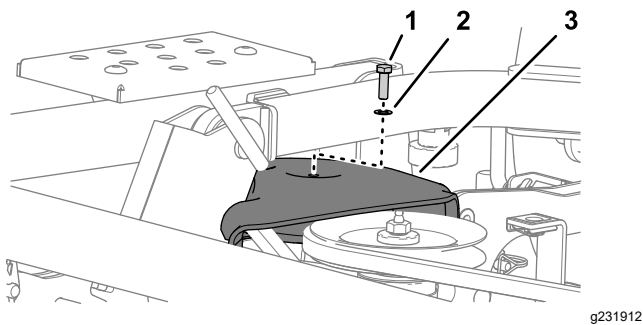

Bild 117
2. Entfernen Sie die Schraube und Scheibe, mit denen die Riemenscheibenabdeckung am Mähwerk befestigt ist (Bild 117).
1. Fluchten Sie die Riemenscheibenabdeckung über der ganz rechten Riemenscheibe aus, siehe Bild 117 in Entfernen der Riemenscheibenabdeckung \(Seite 81\).